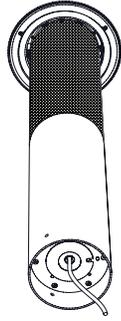

图 11
2. 将抽头 4-导体接线穿过安装支架上的中央孔，如图 11 所示。